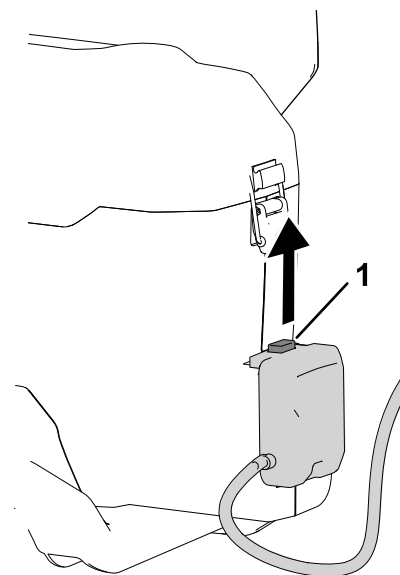

Figura 7
2. Prima o botão de fecho no conector da mochila e puxe-o para cima para separar o cabo da mochila (Figura 7).